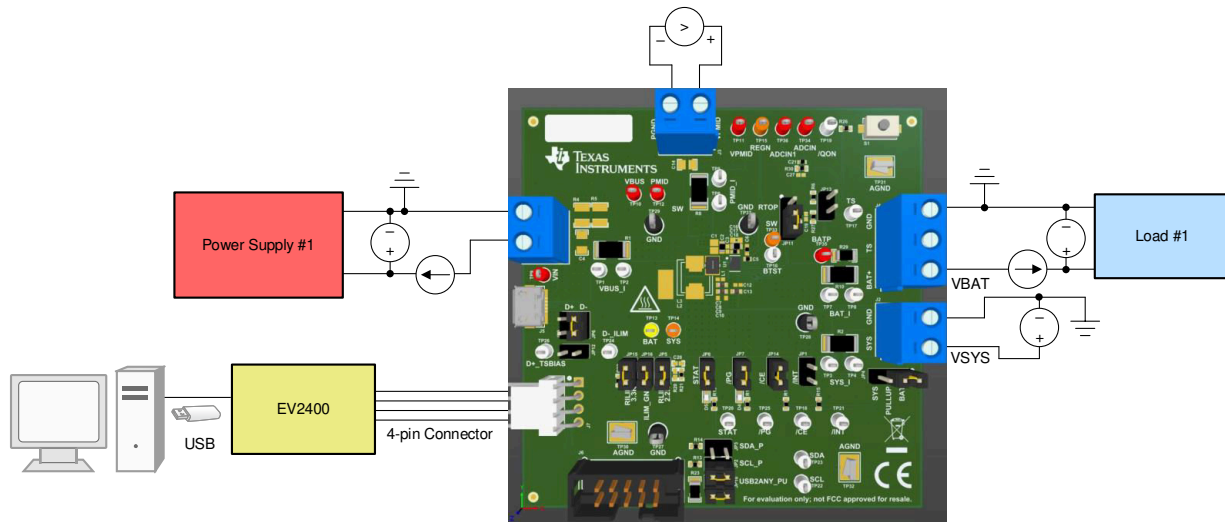

图 2-1. BQ25638x EVM 的测试设置
5. 打开 Load #1，设置为恒压模式并将输出设置为 2.5V，然后禁用负载。如图 2-1 中所示，将负载与电流表 (万用表) 串联到 J4 (BAT 和 PGND) 接地侧，不使用具有电流测量功能的源表。
6. 在 TP13 (BAT) 和 TP27 (PGND) 之间或者在 J4-3 和 J4-1 之间连接一个电压表，如图 2-1 中所示。
7. 在 TP14 (SYS) 和 TP27 (PGND) 之间或者在 J2-1 和 J2-2 之间连接一个电压表，如图 2-1 中所示。
8. 在 TP12 (PMID) 和 TP29 (PGND) 之间或者在 J3-1 和 J3-2 之间连接一个电压表，如图 2-1 中所示。
9. 使用 USB 电缆将 EV2400 USB 接口板连接到计算机，使用 4 引脚电缆从 I2C 端口连接到 J5，如图 2-1 所示。
10. 按表 2-2 中所示安装分流器。请注意，图 2-1 中的分流器不一定按照表进行安装。